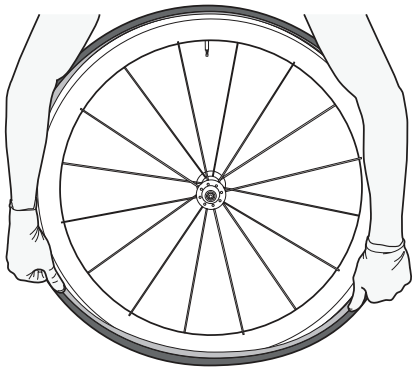

Ilustración 26.
7. Continúe instalando el neumático e introdúzcalo en la llanta hasta que solo queden unos centímetros fuera del talón de la llanta (ilustración 26).